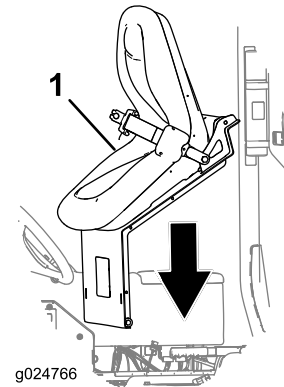

Figura 62
- Alinee el asiento y la base del asiento con los taladros del bastidor de la máquina de los que se desmontó el asiento (Figura 62).